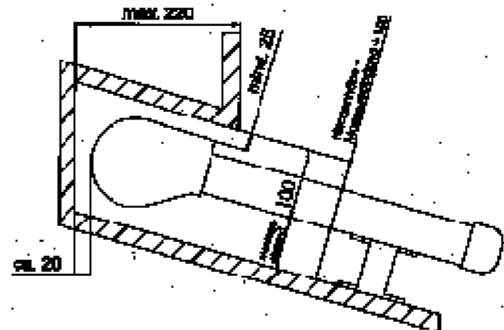

Bild 7.1.1
Eine Nischenmontage sehen Sie in Bild 7.1.1. Nachfolgendes sollten Sie dabei beachten:
- überprüfen Sie zunächst, ob der vorhandene Platz die Montage zuläßt, den Mindestplatzbedarf für eine Nischenmontage können Sie Bild 7.1.1 entnehmen